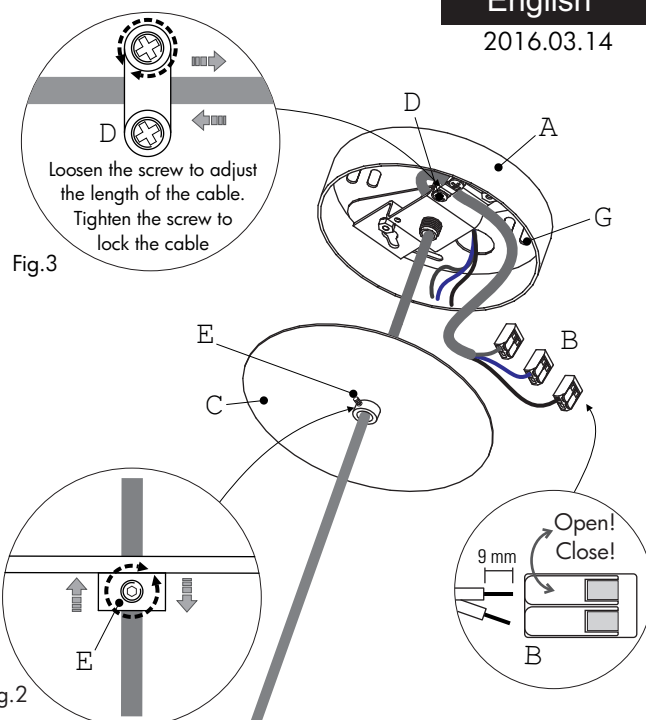

Fig.2
- 1) Rimuovere il coperchio [C] dalla scatola a soffitto [A] svitando il grano [E] (vedi Fig.1 e Fig.2).
- 5) Riposizionare il coperchio [C] sulla staffa a soffitto [A] bloccandolo con il grano [E] (vedi Fig.1 e Fig.2).